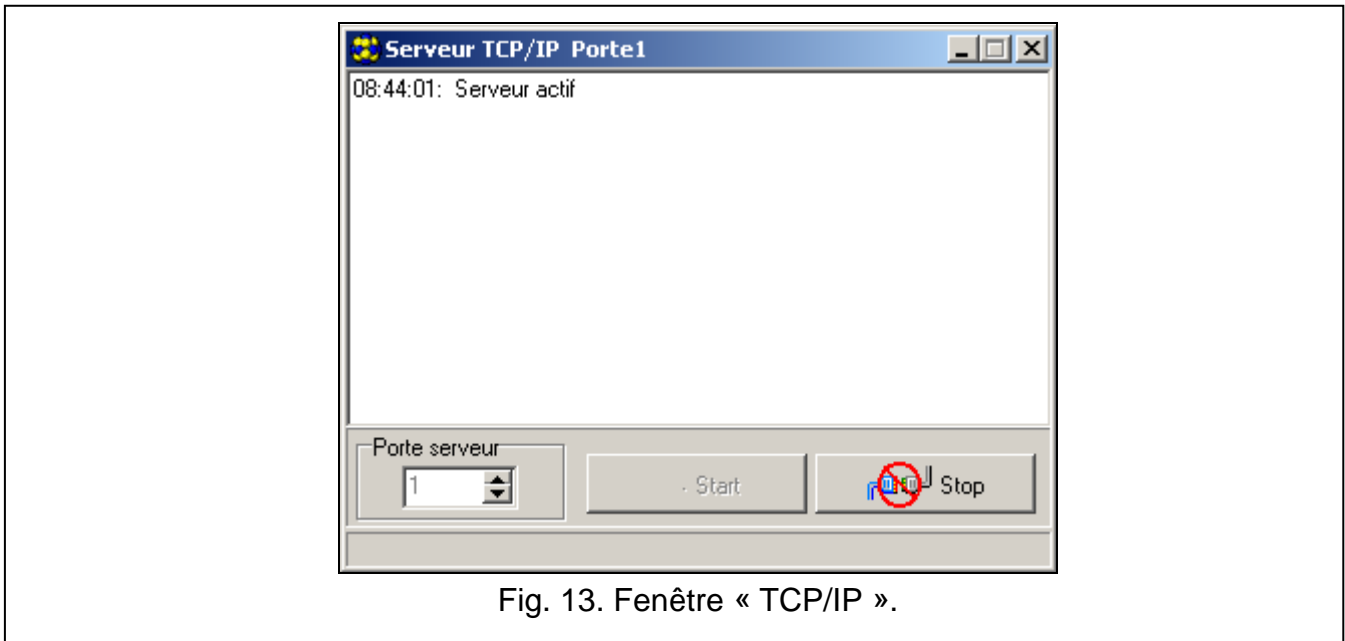

Fig. 13. Fenêtre « TCP/IP ».
2. Sélectionner l'option « TCP / IP » dans le menu « Communication ». Une fenêtre s'ouvre dans laquelle apparaît l'information sur l'activation du serveur (voir : fig. 13).